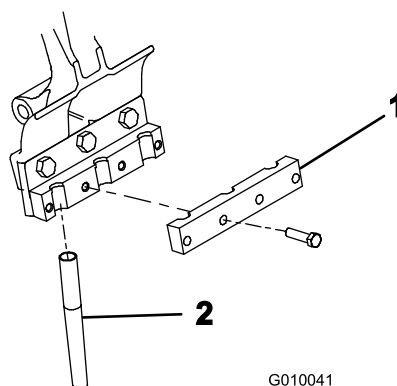

Рисунок 26
5. К каждому держателю зубьев свободно прикрепите 4 болтами ($\frac{3}{8} \times 1\frac{1}{2}$ дюйма) зажим зубьев (Рисунок 26). Не затягивайте болты.